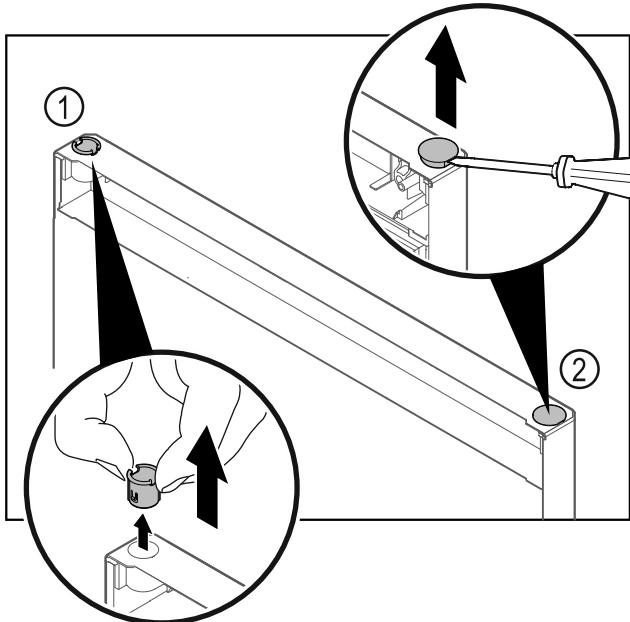

Fig. 26
- Издеглете с пръсти втулката на пантата Fig. 26 (1).
- С плоска отвертка внимателно повдигнете покриващата тапа Fig. 26 (2) и я извадете.